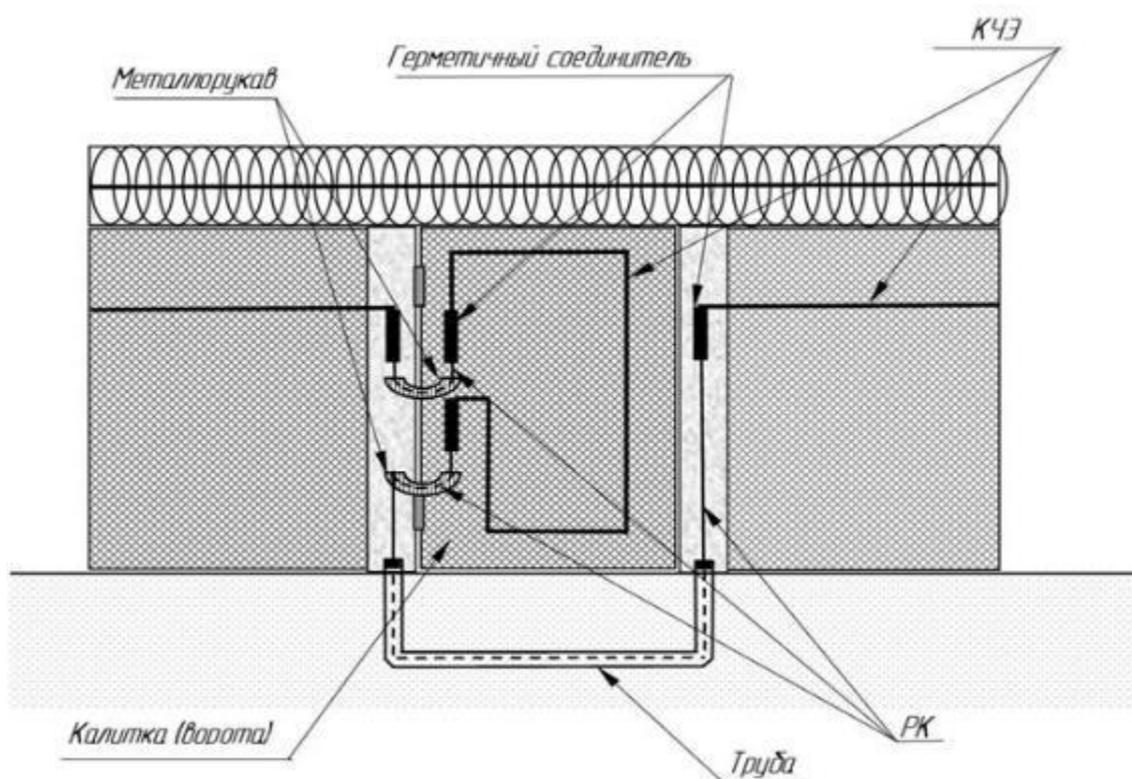

Рисунок 3.8 – Монтаж КЧЭ при блокировке калиток.
3.7.2 При блокировке калитки (ворот) участок КЧЭ монтируется непосредственно на полотне калитки (рисунок 3.8).